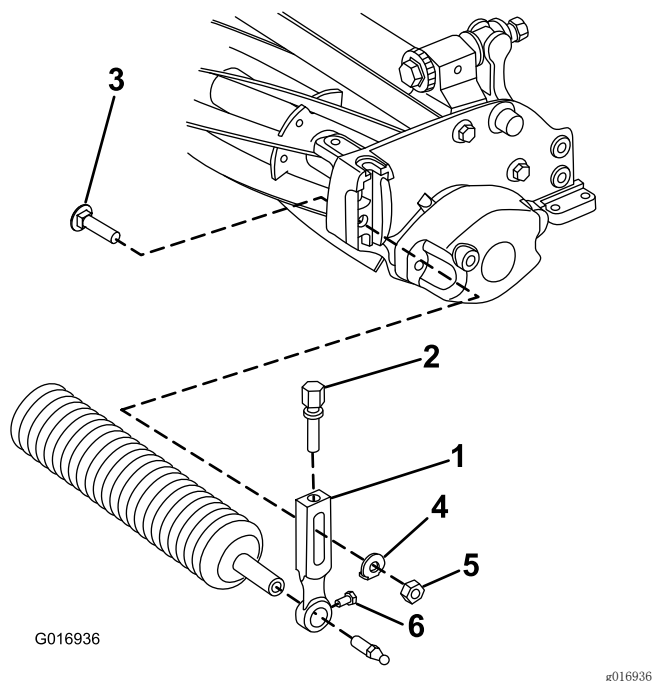

图3
1. 卸下将其中一个剪草高度臂固定至滚刀组侧板的防松螺栓、垫圈及凸缘螺母（图3）。